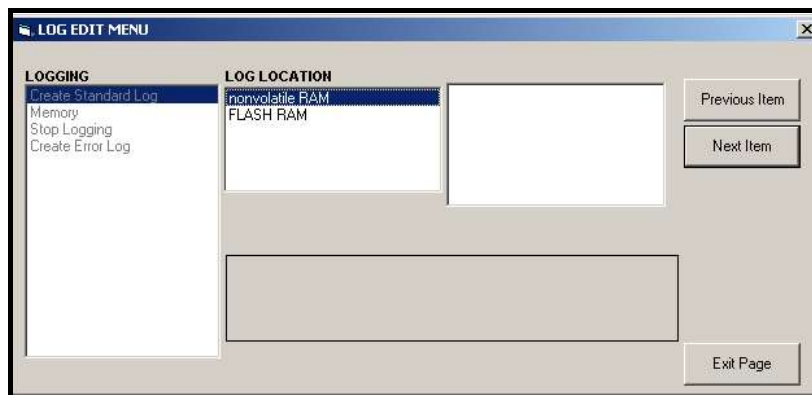

Figura 12: Ubicación del registro en la opción de Crear un registro estándar
- a. Haga doble clic en la opción *Crear registro estándar* y aparecerá una ventana similar a la *Figura 12*.